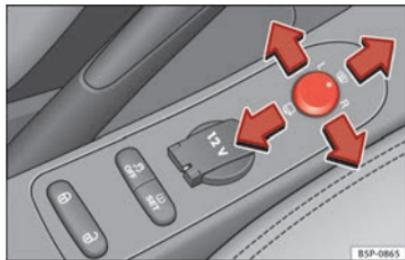

Fig. 84 Commande des rétroviseurs extérieurs.
1. Tournez le bouton rotatif ⇒ fig. 84 en position **L (rétroviseur extérieur gauche)**.
- Tournez la commande vers l'avant ⇒ fig. 84 afin que le dégivrage des rétroviseurs se déclenche et que la fonction de pare-brise chauffant* au niveau de la zone de contact des balais soit activée ⇒ page 116.
- Tournez le bouton rotatif ⇒ fig. 84 en position  pour rabattre les rétroviseurs extérieurs. Pour éviter tout dégât, il est conseillé de toujours rabattre les rétroviseurs extérieurs lorsque vous passez dans une installation de lavage automatique.